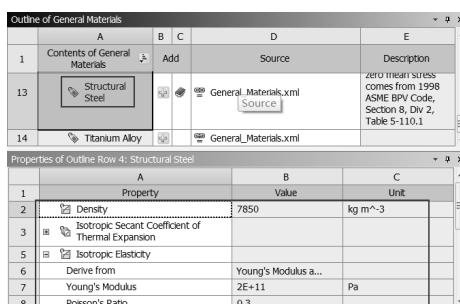

图 5-67 材料参数修改窗口
Step5：根据实际工程材料的特性，在 Properties of Outline Row 4: Structural Steel 表中可以修改材料的特性，如图 5-67 所示。本实例采用的是默认值。